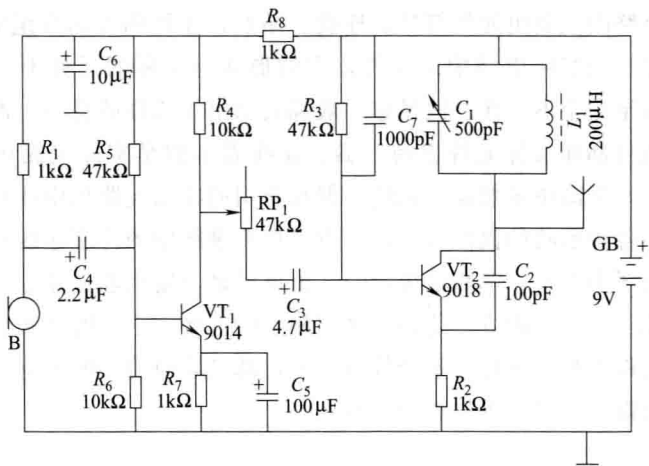

图 1-1 调幅音频发射电路
单元电原理图是电子产品整机电原理图中的一部分，并不单独成一张图。在一些书刊中，为了给分析某一单元电路的工作原理带来方便，将单元电路单独画成一张图纸。下面通过图 1-1 所示调幅音频发射电路图的例子，作进一步的说明。调幅音频发射电路其发
射频率可在 $500 \sim 1600\text{kHz}$ 之间调整, C_1 、 C_2 、 L_1 、 VT_2 组成调幅振荡器电路, 振荡频率可以通过调整 C_1 的电容量来调整。音频信号经过 VT_1 及其外围元件组成的放大电路放大后, 再经过 RP_1 、 C_3 耦合到 VT_2 基极, 与 VT_2 振荡器产生的载波叠加在一起后通过发射天线将音频信号发射出去。发射天线可以用一根 1m 左右的金属导线代替, 元器件参数见图 1-1。
① 图形符号 图形符号是构成电路图的主体。在图 1-1 中, 各种图形符号代表了组成调幅音频发射电路的各个元器件。例如, 小长方形表示电阻器, 两道短杠表示电容器, 连续的半圆形表示电感器等。各个元器件图形符号之间用连线连接起来, 就可以反映出调幅音频发射电路的结构, 即构成了调幅音频发射电路的电路图。
② 文字符号 文字符号是构成电路图的重要组成部分。为了进一步强调图形符号的性质, 同时也为了分析、理解和阐述电路图的方便, 在各个元器件的图形符号旁, 标注有该元器件的文字符号。例如在图 1-1 中, 文字符号“R”表示电阻器, “C”表示电容器, “L”表示电感器, “VT”表示晶体管等。在一张电路图中, 相同的元器件往往会有许多个, 这也需要用文字符号将它们加以区
别，一般是在该元器件文字符号的后面加上序号。例如在图 1-1 中，电阻器分别以“ R_1 ”、“ R_2 ”等表示，电容器分别标注为“ C_1 ”、“ C_2 ”、“ C_3 ”等，晶体管有两个，分别标注为“ VT_1 ”、“ VT_2 ”。
③ 注释性字符 注释性字符用来说明元器件的数值大小或者具体型号，通常标注在图形和文字符号旁，它也是构成电路图的重要组成部分。例如图 1-1 所示图中，通过注释性字符即可以知道：电阻器 R_1 的阻值为 $1k\Omega$ ， R_2 的阻值为 $1k\Omega$ ；电容器 C_1 的电容量为 $500pF$ ， C_2 的电容量为 $100pF$ ， C_3 的电容量为 $4.7\mu F$ ；晶体管 VT_1 、 VT_2 的型号分别为 9014、9018 等。注释性字符还用于电路图中其他需要说明的场合。由此可见，注释性字符是分析电路工作原理，特别是定量地分析、研究电路工作状态所不可缺少的。